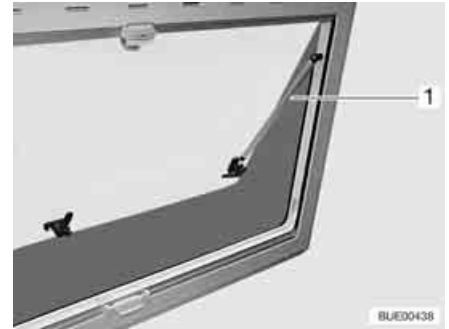

Fig. 51 Finestra apribile con deflettore automatico
- Aprire la finestra apribile fino al punto di arresto desiderato. Il deflettore automatico (Fig. 51,1) si innesta automaticamente in posizione.